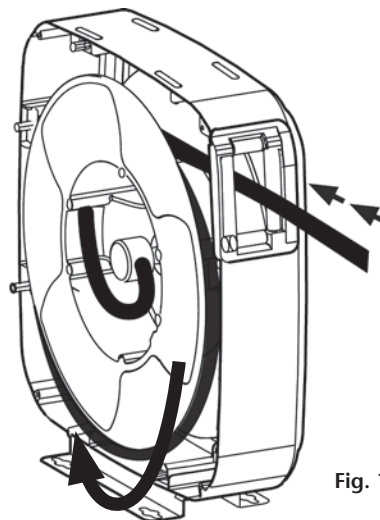

Fig. 12
2. Unwind one turn and pull the hose (fig. 12).
2. Quitar una vuelta de manguera del interior del disco del enrollador (fig. 12).